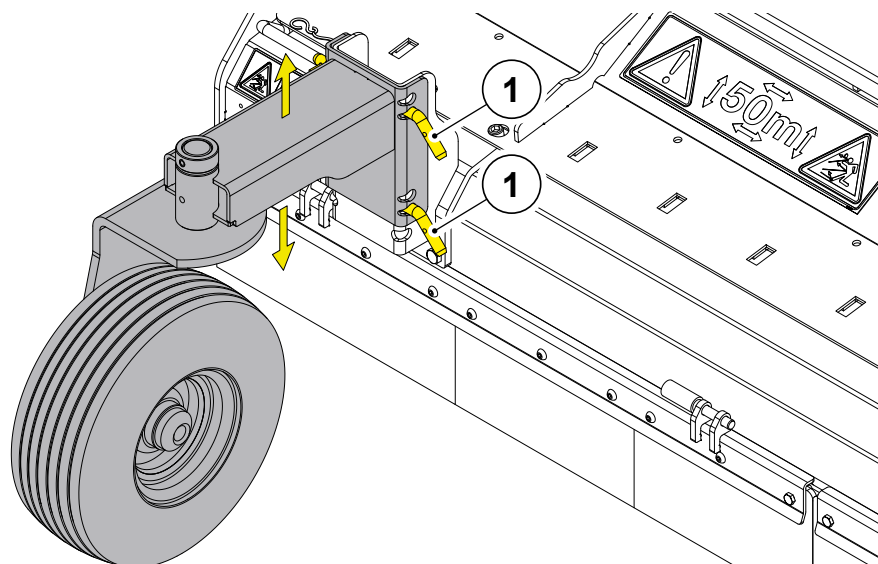

Fig. 38 Réglage des roues arrière
- Régler la hauteur de travail en actionnant le bras de support des roues, en déplaçant les pivots dans les trous prévus à cet effet (Fig.38 Dét. 1).